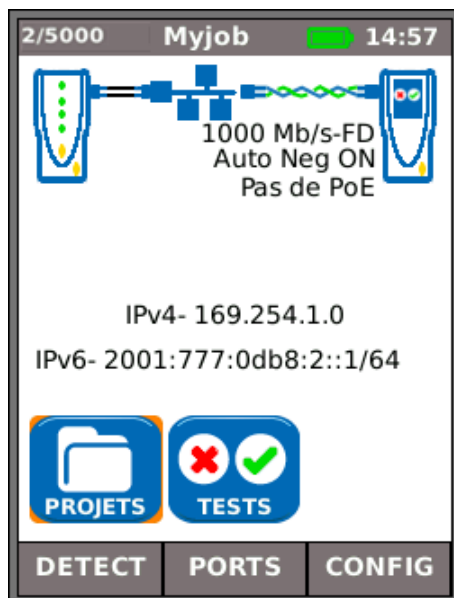

Figure 10
(3) Lorsque les deux unités sont connectés à un réseau actif par un câble cuivre ou des fibres optiques, appuyez sur la touche programmable DETECT (F1) pour afficher toutes les options disponibles (Figure 10). Les tests IP et les tests de performance peuvent être effectués. Pour une description de ces options, voir *Description du menu description Tests. Mode Ethernet, page 28*.